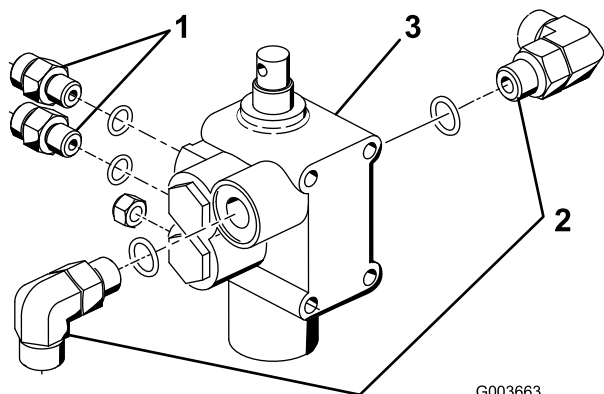

Figure 8
1. Vissez les 2 raccords à 90° et les 2 raccords hydrauliques droits dans le nouveau distributeur de levage, comme montré à la Figure 8.